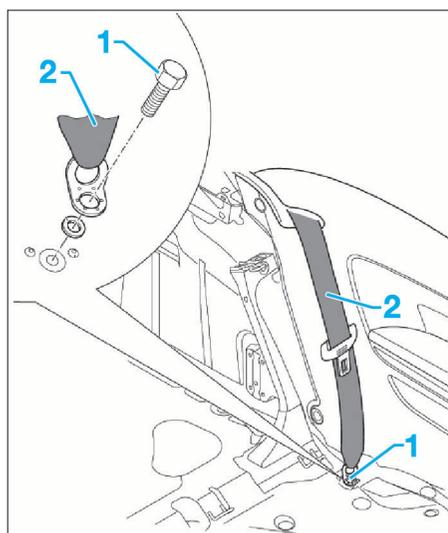

FIG. 29
- déposer la vis de fixation (1) de la ceinture de sécurité (2) (Fig.29).